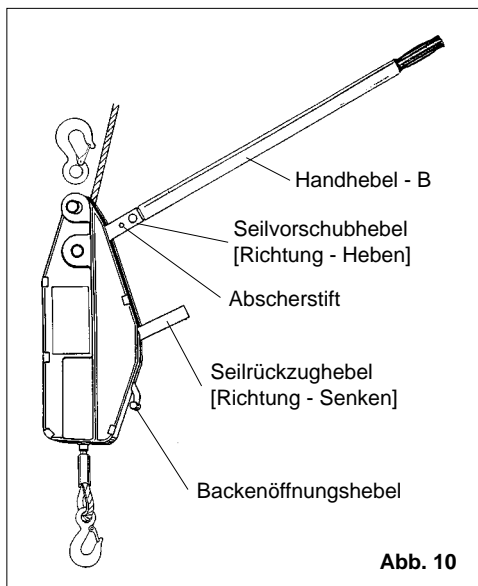

Abb. 10
1. Handhebel bzw. Teleskophandhebel auf Seilvorschubhebel (Abb. 10) stecken und durch Drehung sichern.
1. Handhebel bzw. Teleskophandhebel auf Seilrückzughebel (Abb. 10) stecken und durch Drehung sichern.